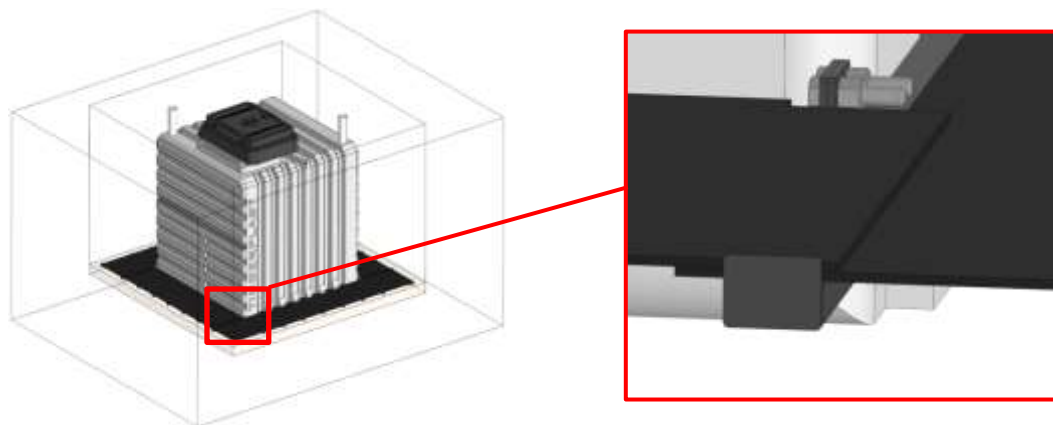

Рисунок 7 – Установка пластиковых щитов «внахлест»
5. Установить щиты из ПНД-пластика на каркас юбки, как на Рисунке 6. Щиты имеют номерную гравировку «1» и «2». Монтаж щитов осуществляется «внахлест» (см. Рис. 7).